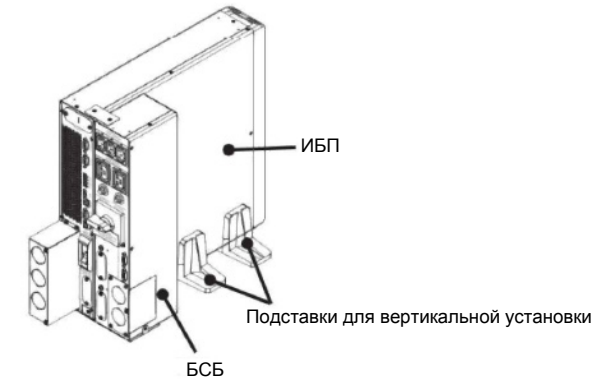

Рисунок 3
- Поставьте приборы вертикально и поместите на подставки для вертикальной установки (см. Рисунок 3).